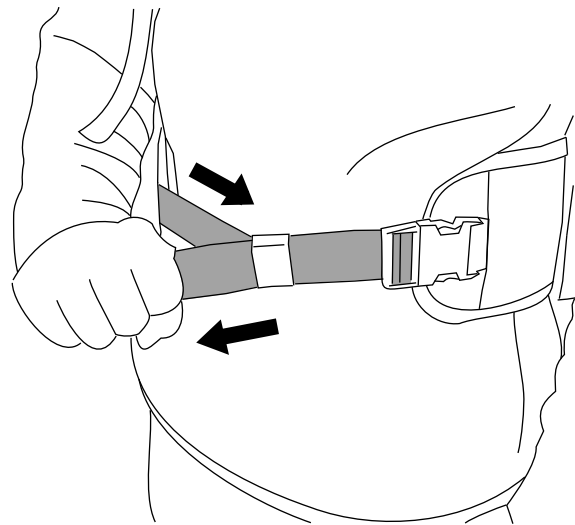

Figura 5
2. Apriete el cinturón de cadera hasta que quede ajustada (Figura 5).